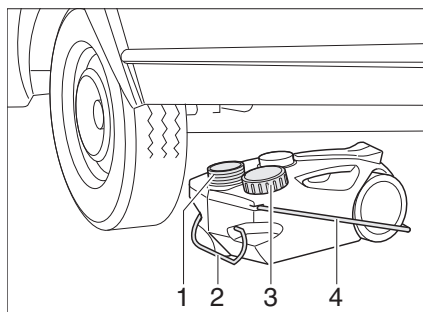

Fig. 147 Réservoir d'eaux usées, mobile
- Fermer l'ouverture du réservoir d'eaux usées (Fig. 147,1) à l'aide du couvercle (Fig. 147,3).
- Retirer le réservoir d'eaux usées par la poignée (Fig. 147,2).
- Rabattre la poignée de manutention (Fig. 147,4) vers le haut et placer le réservoir d'eaux usées.